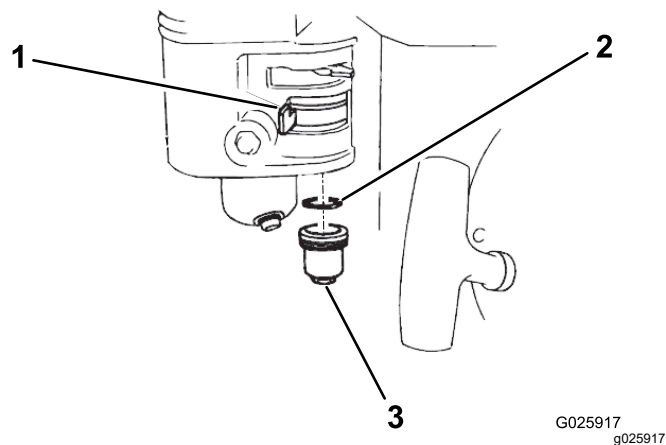

Figura 34
2. Aduceți ventilul de închidere combustibil în poziția OPRIT (Figura 34).
3. Îndepărtați cupa pentru sedimente din combustibil și inelul de etanșare (Figura 34).
6. Amplasati inelul de etanșare în ventilul de închidere combustibil și montați cupa pentru sedimente (Figura 34). Strângeți bine cupa pentru sedimente.